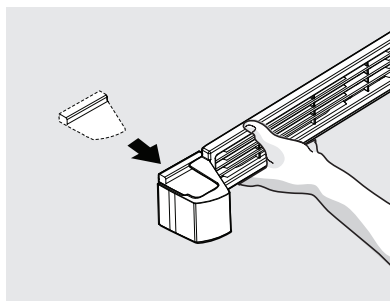

Figura 1
1. La rejilla inferior viene con las cubiertas instaladas o las cubiertas vienen en el material provisto. Si las cubiertas vienen en el material provisto, instale la rejilla inferior en la ranura en el lado correspondiente a la manilla de la puerta. Consulte la Figura 1.
- 1 Extraiga la rejilla inferior (figura 1).